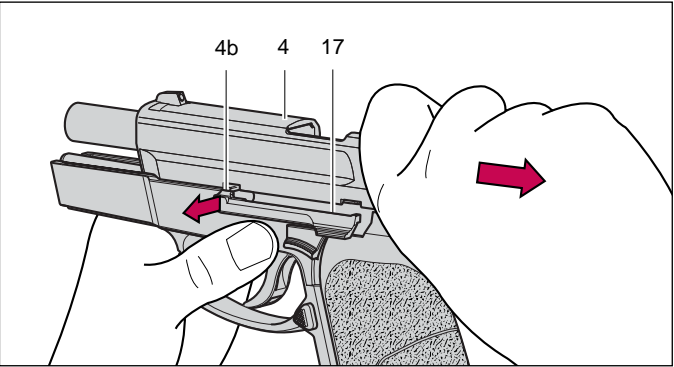

Fig. 9
4. De la main droite, entourer la poignée et la culasse, faire reculer légèrement la culasse 4 pour que l'arrêt de culasse 17 puisse se déverrouiller. Ensuite, laisser revenir la culasse 4 en avant d'env. 3 mm, jusqu'à ce que le logement 4b sur la culasse coïncide avec le nez de l'arrêt de culasse 17. Pousser l'arrêt de culasse 17 depuis la droite et le sortir depuis la gauche (Fig. 9).